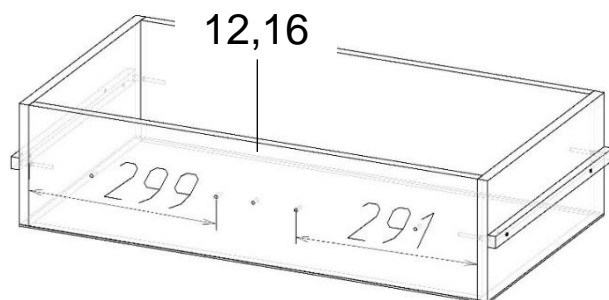

рис. 2
- 2 Из деталей 10, 11, 12, 13 и 14, 15, 16, 17 соберите ящики с помощью евровинтов (б). При этом отверстия под ручку на панелях 12 и 16 должны располагаться согласно рис. 2. Закрепите дно 18 к ящикам гвоздями (о). Закрепите фасады 2 к ящикам шурупами (л). Закрепите фасад 3 к ящику шурупами (л) с шайбами (к). Закрепите ручки (ж) саморезами (и) с шайбами (к).